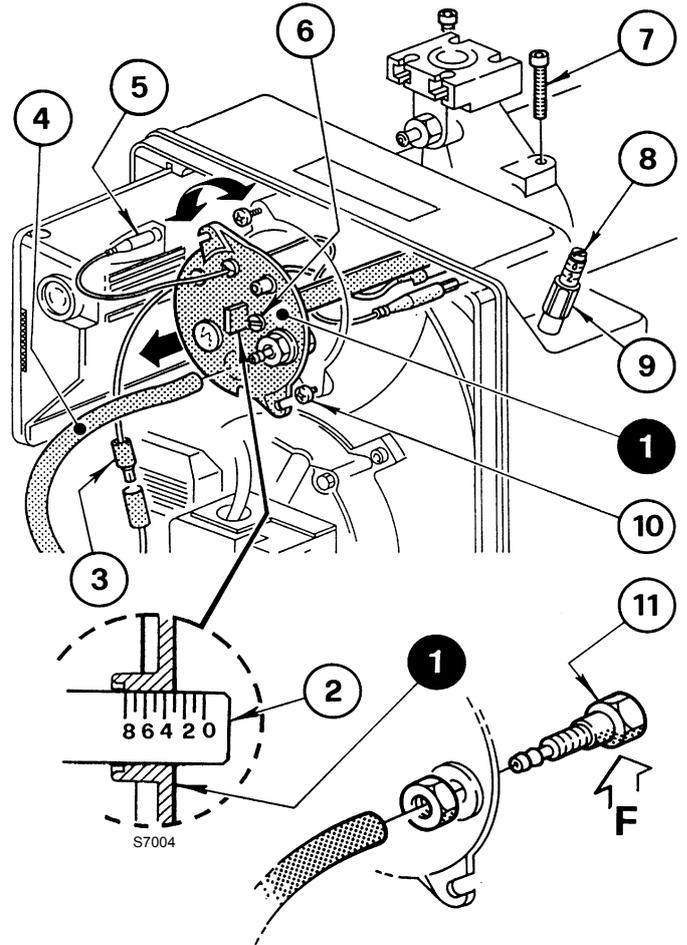

Abb. 13
Sie erfolgt, indem die Stellschraube 6) (Abb. 13) im oder gegen den Uhrzeigersinn gedreht wird, bis die Raste am Stellbügel 2) mit der Außenfläche des Kopfblocks 1) übereinstimmt.
In Abb. 13 ist der Stellbügel für den Kopf auf die Raste 3 geeicht.
Für die Entnahme des Kopfblocks (Abb. 13) wie folgt vorgehen:
Für den Wiedereinbau die obigen Angaben in umgekehrter Weise ausführen und den Kopfblock 1)(Abb. 13) wieder an seinem ursprünglichen Platz anbringen.
Die Schrauben 7)(Abb. 13) bis zum Anschlag eindrehen, aber nicht festziehen; Mit einem Anzugsmoment von 3 - 4 Nm festziehen.
Sollte sich die Druckentnahmestelle 11)(Abb. 13) unbeabsichtigt lockern, wird empfohlen die richtige Befestigung zu überprüfen, also sicherzustellen, dass das Bohrloch (F)(Abb. 13) , das sich im Kopfblock 1)(Abb. 13) befindet, nach unten zeigt.